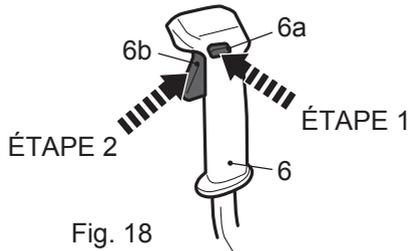

Fig. 18
- > Appuyez sur le bouton de déverrouillage (6a) et maintenez-le enfoncé (fig. 18, ÉTAPE 1).
- > Appuyez sur le bouton marche/arrêt (6b) pour allumer l'appareil (fig. 18, ÉTAPE 2). Puis relâchez le bouton de déverrouillage (6a).